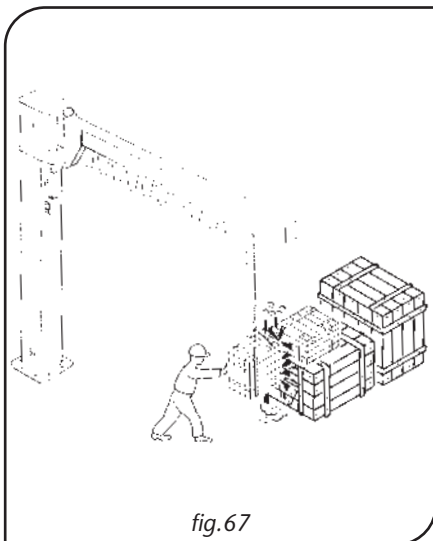

fig.67
- **SEMPRE** assicurarsi, prima della manovra, che la rotazione del braccio sia libera da impedimenti e che durante il sollevamento, la traslazione e la rotazione, il carico non incontri ostacoli (fig.67).